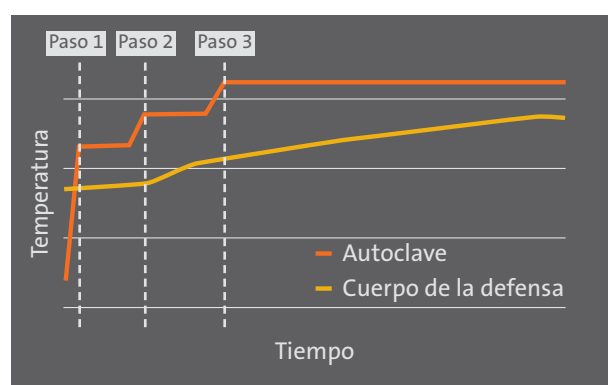

Figura 2: Aumento de la temperatura durante el curado
**El hecho de aumentar la temperatura de curado gradualmente es muy importante para evitar calentar de golpe el compuesto al máximo** (véase Figura 2). Si las temperaturas son demasiado bajas durante el proceso de fabricación, se obtiene una baja fluidez del caucho, y, si la viscosidad no es suficiente, es posible que el molde no se llene del todo, lo que puede ocasionar defectos graves. Por otro lado, unas temperaturas demasiado altas durante el curado pueden provocar abrasamiento, un término que hace referencia al vulcanizado prematuro: la superficie del caucho pierde el color y se quema, de manera que el producto resulta dañado. Las temperaturas altas se relacionan estrechamente con el tiempo de curado. **Para acelerar el proceso de curado, algunos fabricantes compensan unos tiempos de curado más cortos aplicando temperaturas más altas, algo no recomendable ya que puede dar lugar a defectos o productos de baja calidad.**